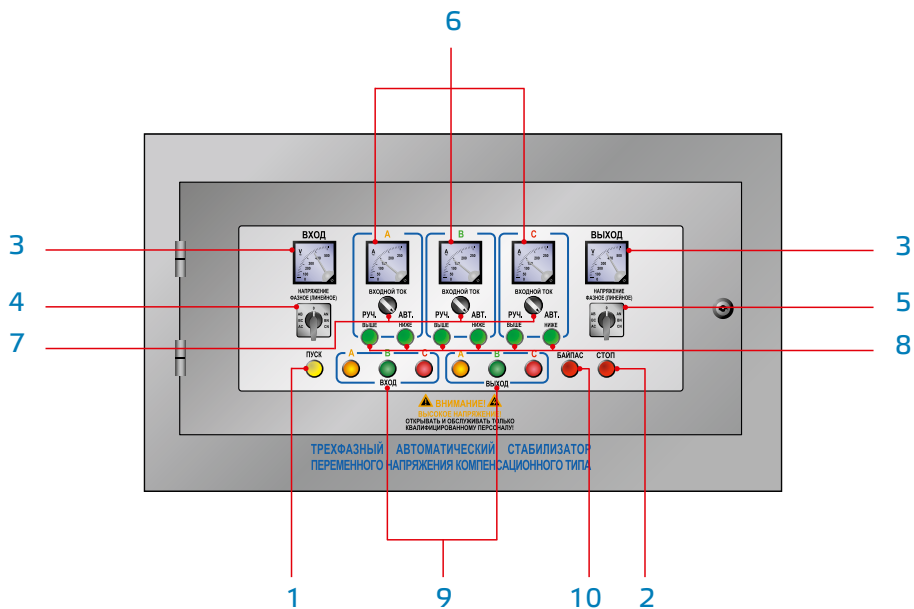

Рис.4
6.4. Световая индикация режимов работы и наличия фаз (Таблица 2, рис. 4).